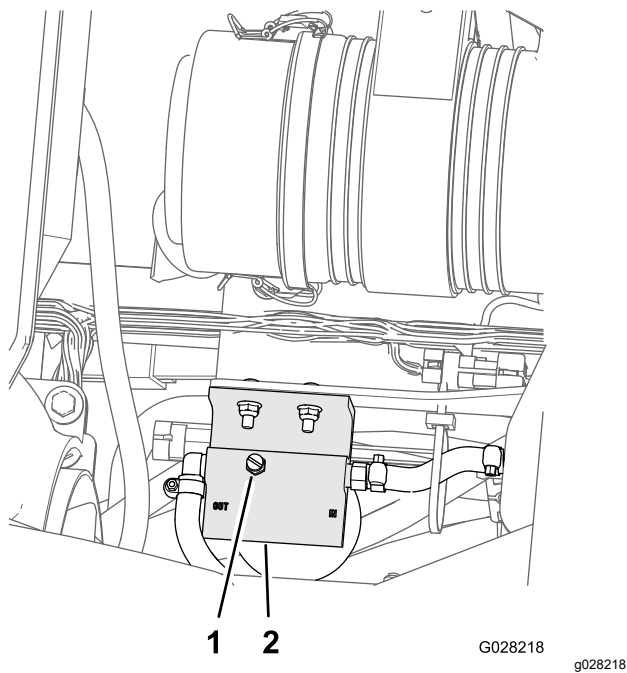

图 78
5. 松开燃油/水分离器顶部的排气塞图 78。
7. 拧紧排气塞然后将启动开关转至“关闭”位置 图 78。